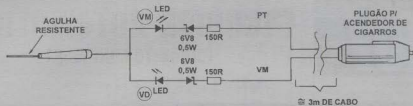

Fig. 1
- **FIG. 1 - DIAGRAMA ESQUEMÁTICO DO CIRCUITO** - Nada mais do que um "V", no qual os dois *braços* se encontram ligados aos polos **positivo** e **negativo** da bateria, através da conexão direta via acendedor de cigarros (no painel